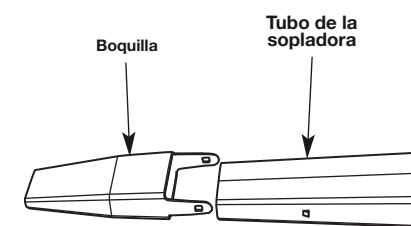

Fig. 2
2. Introduzca la boquilla en el extremo del tubo de soplado hasta que los enganches de ambos lados del tubo de soplado y la boquilla encajen en su lugar (Fig. 2).